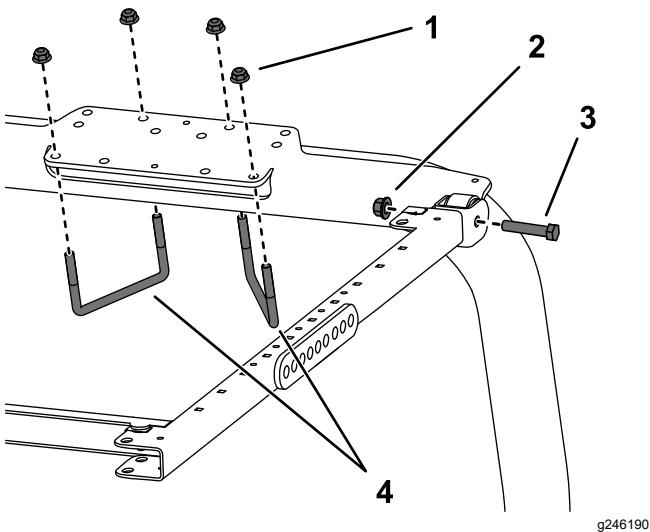

Рисунок 28
- Установите монтажный кронштейн ROPS на верхнюю часть защитной дуги тягового блока (Рисунок 28). Убедитесь в том, что защитная дуга находится в центральном положении в монтажных кронштейнах ROPS.
- Используя монтажные отверстия, показанные на Рисунок 28, прикрепите каждый монтажный кронштейн ROPS к верхней части